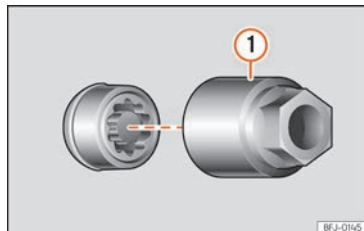

Abb. 35 Diebstahlhemmende Radschraube mit Abdeckkappe und Adapter
- Schieben Sie den Spezialadapter »» Abb. 35 (1) (Bordwerkzeug »» Seite 43) bis zum Anschlag in die diebstahlhemmende Radschraube.